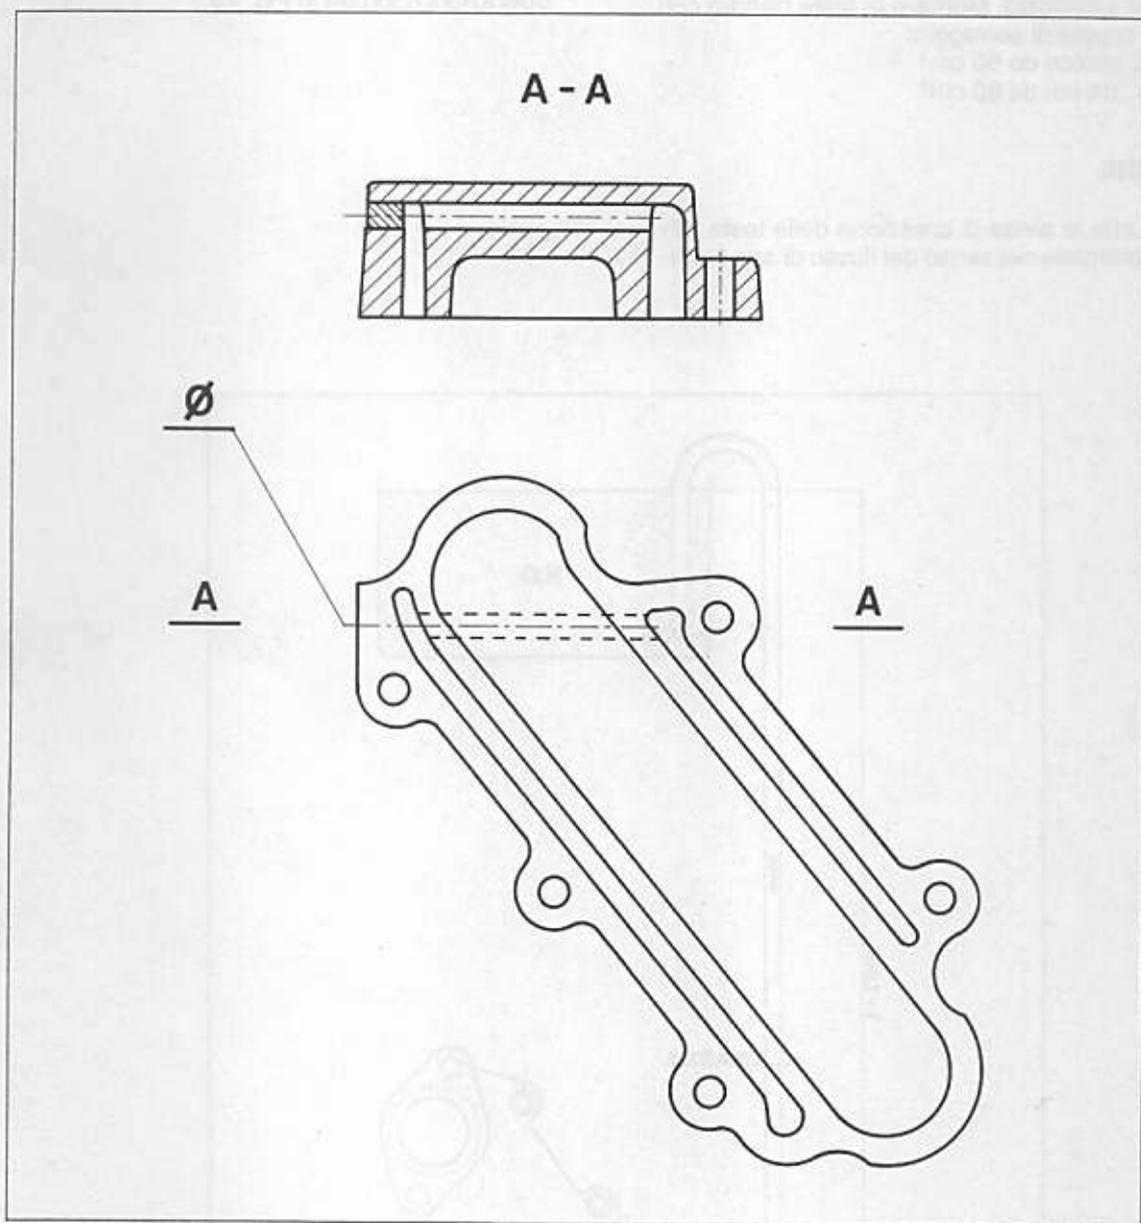

Fig. 44
- the origin of an insufficient passage may rest with a clogged transfer port in the exhaust elbow — 80 cc (Fig. 44);
- L'origine di uno scarso flusso di acqua può dipendere dalla ostruzione del condotto per cui l'acqua non circola o viene molto rallentata (Fig. 44).